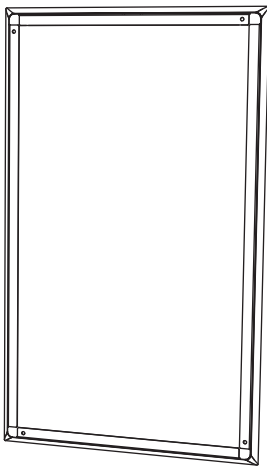

Abb. 3. Lackmaske installiert
2. Drücken Sie die Lackmaske vorne in den Rahmen, wo sie von Magneten gehalten wird. Diese Maske wird an Ort und Stelle belassen, während die Wand- und Rahmenumrandung gestrichen wird (Abb.3).